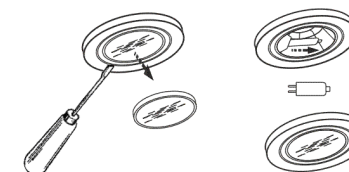

рис. 15
8.6 Замену галогенной лампы (рис. 15) производите в следующей последовательности: